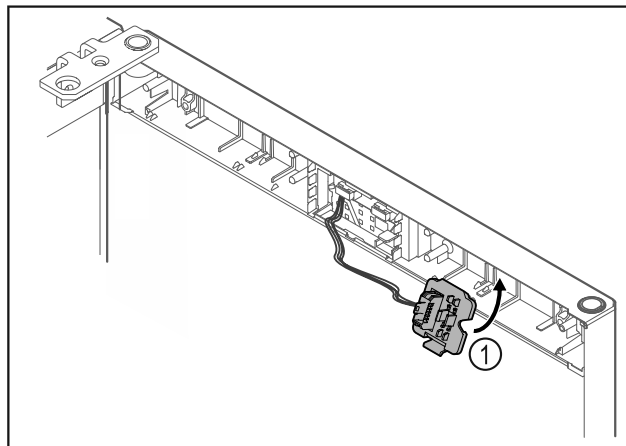

Fig. 18
- Tryck fast kontakthållaren Fig. 18 (1) på den motsatta sidan.